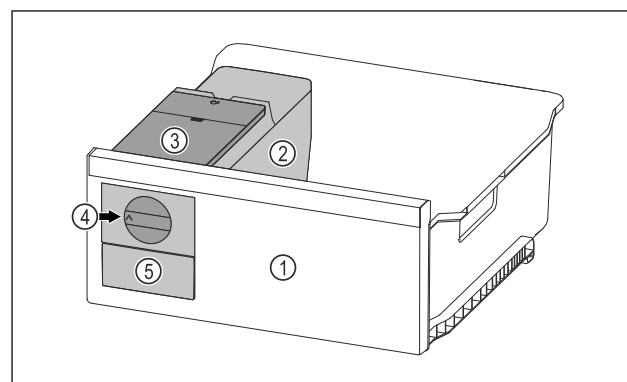

Fig. 84 Примерно изображение
- Завъртете въртящото се копче Fig. 84 (4) по часовниковата стрелка до упор.
- Ледените кубчета падат от формата за ледени кубчета в чекмеджето за ледени кубчета Fig. 84 (5). Ако не всички ледени кубчета се освобождават от формата за ледени кубчета: